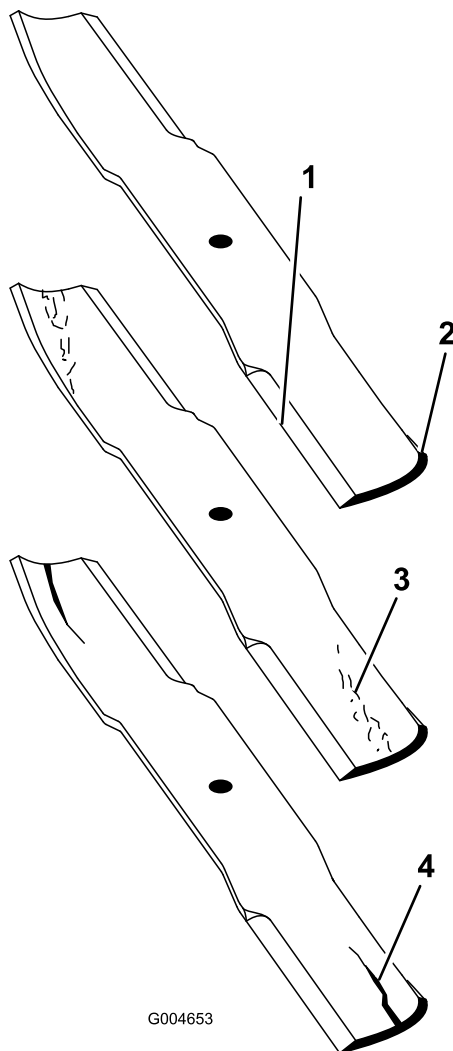

図 89
2. ブレードの切っ先を注意深く観察、特に、直線部と曲線部が交わる部分をよく観察する 図 89。
注 この、直線部と曲線部の交差域は、砂などによる磨耗が進みやすい部分なので、機械を使用する前によく点検することが必要である。磨耗が進んでいる場合 図 89 には、ブレードを交換する。